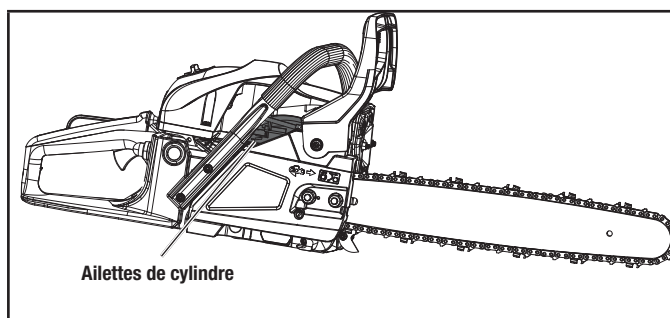

Figure 46
4. Utilisez de l'air comprimé, jusqu'à 40 PSI, pour souffler les débris des ailettes du cylindre (Fig. 46). Les ailettes du cylindre doivent être nettoyées régulièrement afin de réduire le risque de blessures corporelles ou de dommages à la scie à chaîne suite à un incendie. Utilisez toujours des lunettes de sécurité lorsque vous utilisez de l'air comprimé. N'utilisez pas d'eau ou d'autres liquides pour nettoyer les ailettes du cylindre. Utilisez une petite brosse métallique pour enlever les débris tenaces.